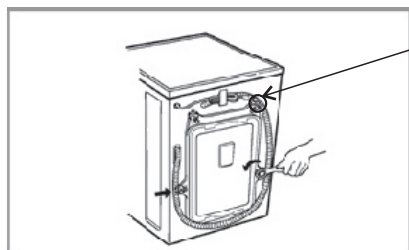

Abb. 2
2. Lösen Sie mit dem mitgelieferten Schraubenschlüssel die 4 Schrauben (Abb. 2).